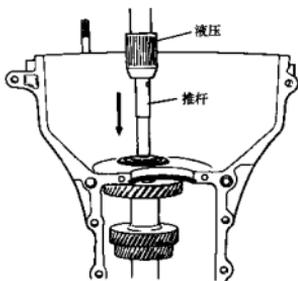
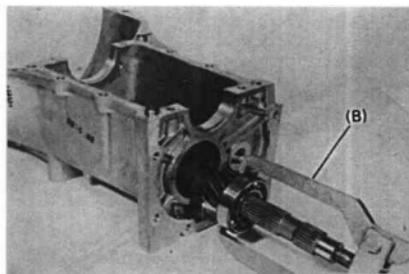

图 10-22
图 10-23
(4) 用轴承拆卸器 (B) (专用工具) 拆下中间轴弹簧挡圈, 用液压推杆将中间轴推至延伸壳体安装一侧, 卸下中间轴轴承 (图 10-22、图 10-23)。